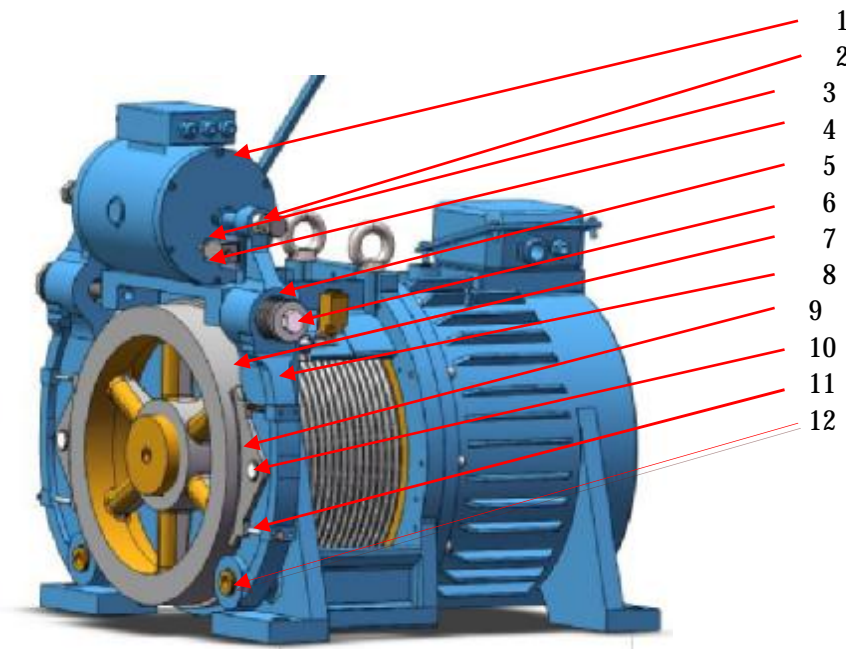

图 6 制动机构的示意图
- 抱闸微动开关的动作位置可通过调节抱闸开关调整杆（参见图 6）来实现。